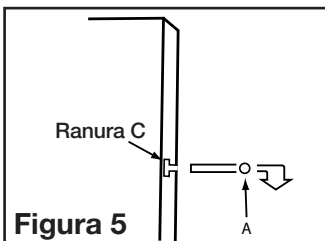

Figura 5
4. Monte el ventilador en la ventana haciendo que las ranuras "C" entren en los tornillos "A" del borde interior del contramarco. Baje el ventilador sobre los tornillos "A" hasta que descansa en el antepecho de la ventana o en la moldura del marco de ésta (**Figura 5**).